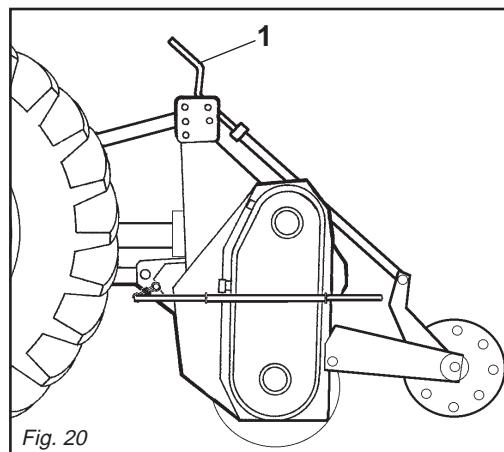

Fig. 20
**Macchine con rullo:** la regolazione della profondità in queste macchine si effettua ruotando la manovella centrale (1 Fig. 20).
**Machine with roller:** to adjust working depth on this type of machine is adjusted either the center crank (1 Fig. 20).
**Maschine mit Walzen:** die Tiefeneinstellung bei diesen Maschinen erfolgt über den zentralen Handgriff (1 Abb. 20).
**Machine avec rouleau:** pour le régler de la profondeur sur ces machines s'effectue avec la manivelle centrale (1 Fig. 20).
**Máquinas con rodillo:** el ajuste de la profundidad en estas máquinas se efectúa por medio de la manivela central (1 Fig. 20).